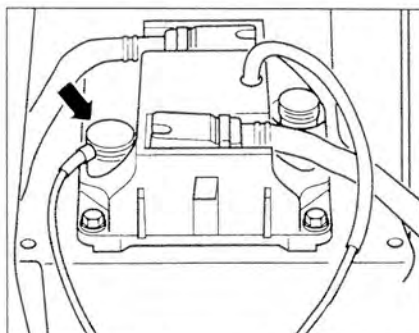

Рис. 2.43. Отсоедините разъем (стрелка) датчика частоты вращения коленчатого вала двигателя от блока управления двигателем.
2. Отсоедините разъем (стрелка) датчика частоты вращения коленчатого вала двигателя от блока управления двигателем (рис. 2.43).